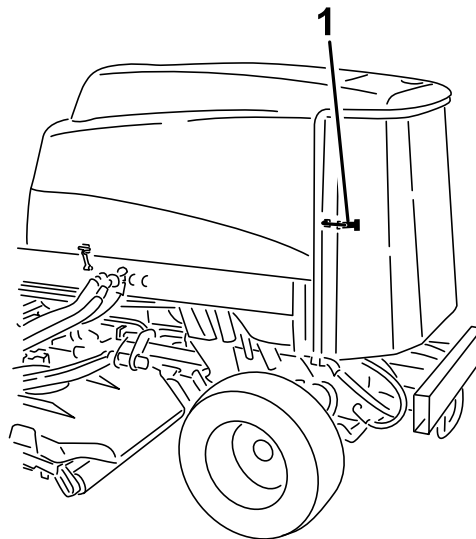

Figure 111
2. Déverrouillez et ouvrez la grille arrière (Figure 111).